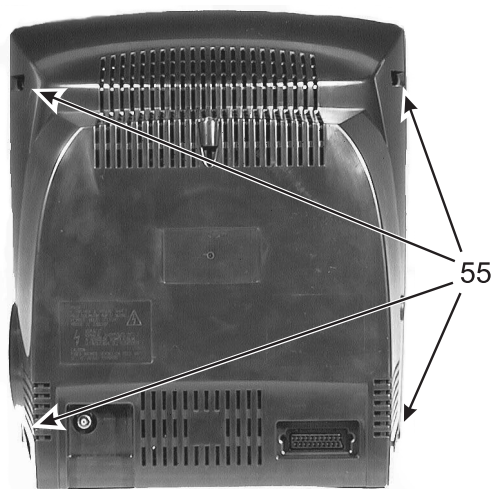

Figure 4-2
1. Dévissez les 4 vis 55 (voir figure 4-2) du panneau arrière et ôtez le panneau.